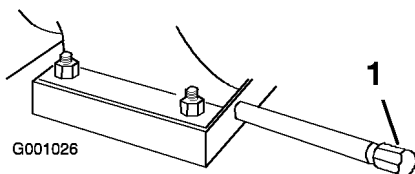

Figure 50
1. Nettoyez la surface autour du bouchon de vidange d'huile (Figure 50).